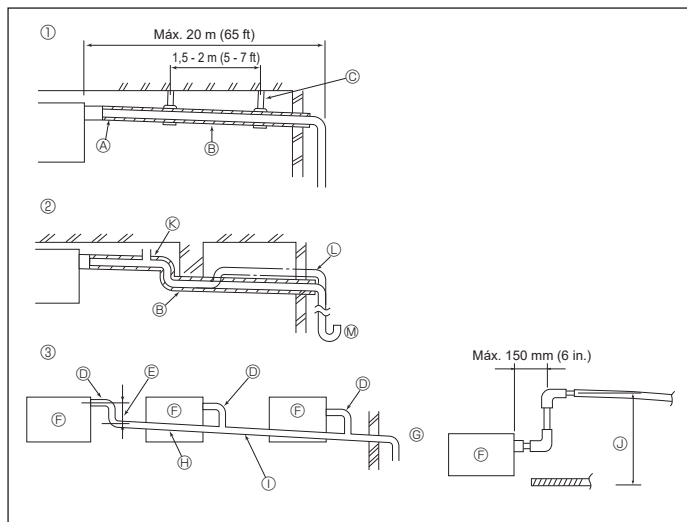

Fig. 6-1
6.1. Tubería de drenaje (Fig. 6-1)
- ① Tubería correcta
- ② Tubería incorrecta
- ③ Agrupación de tuberías